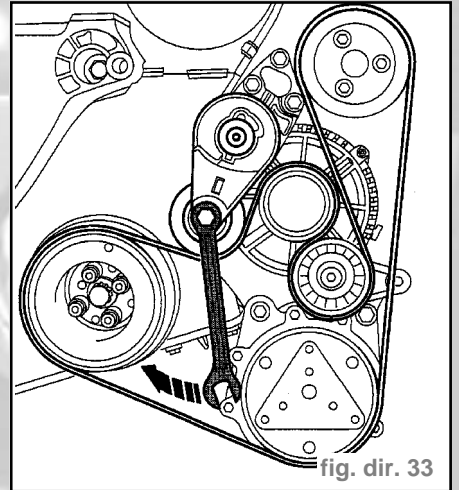

fig. dir. 33
- Faire pivoter le galet-tendeur dans le sens de la flèche pour détendre la courroie trapézoïdale à nervures (fig. dir. 33).